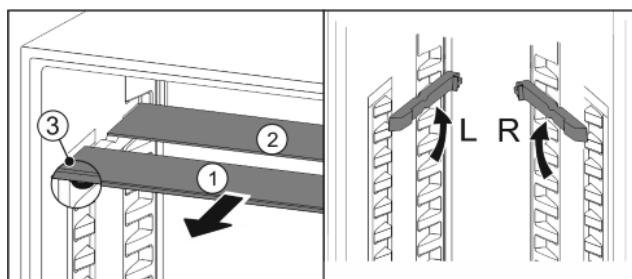

Fig. 23
- Skleněný desky jednotlivě vytáhněte dopředu Fig. 23 (1).
- ▷ Skleněná deska Fig. 23 (1) s ozdobnou lištou leží vpředu.
- ▷ Zarážky Fig. 23 (3) směřují dolů.